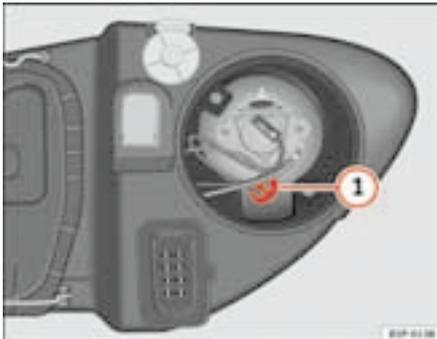

Fig. 166 Luz de población
- Extraiga el portalámparas ⇒ fig. 166 **1** hacia fuera.